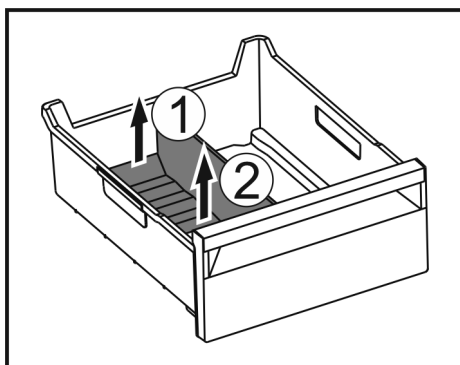

Fig. 135
- ▶ Підняти задню частину перегородки відділення для льоду. Fig. 135 (1)
- ▶ Вилучити перегородку рухом вгору. Fig. 135 (2)